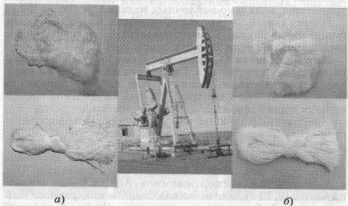

Рис. 45. Капрон (а) и лавсан (б) — это синтетические волокна. Сырьем для их получения являются, например, продукты переработки нефти
- **синтетические** (капрон, лавсан, энант, нейлон), которые получают из синтетических полимеров (рис. 45).